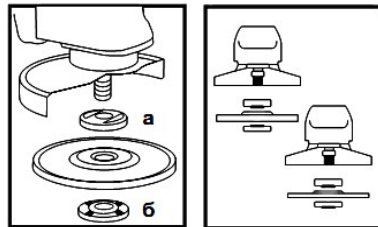

Рисунок 2
4.4 Встановіть на виріб шліфувальний або відрізний диск. Для цього натисніть на кнопку блокування шпинделя (1) і проверніть його до такого положення, при якому він заблокується. За допомогою фланцевого ключа з комплекту постачання відкрутіть та зніміть затискну гайку («б», рисунок 2). Встановіть відповідний диск на посадкове місце фланцевої шайби («а», рисунок 2), наживіть рукою затискну гайку на шпиндель та затягніть її ключем з комплекту постачання. Відпустіть кнопку блокування шпинделя і переконайтеся в тому, що вона вивільнена за допомогою дво- або триразового натискання. Проверніть диск і впевніться, що шпиндель розблокований.
При встановленні диска з утопленим центром завжди розміщуйте його випуклою стороною до фланцевої шайби (дивіться рисунок 2).